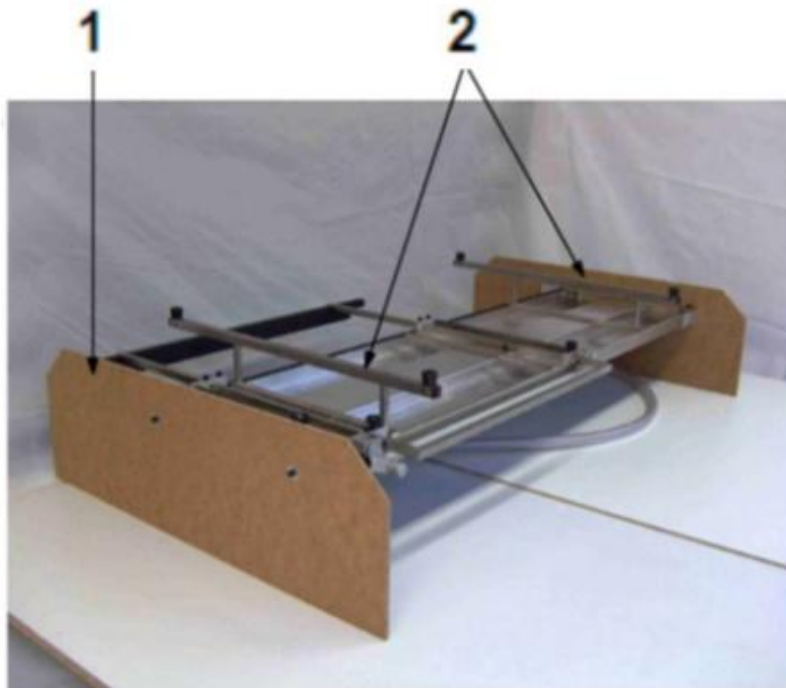

Abbildung 24 Montage Füße VARGA VA 11
4. Füße (Pos. 2, Abbildung 24) mit den beiliegenden Schrauben (M5x90) an die Unterseite der Präzisions-Tischkreissäge montieren.
6. Transportplatten entfernen (Pos. 1, Abbildung 24).